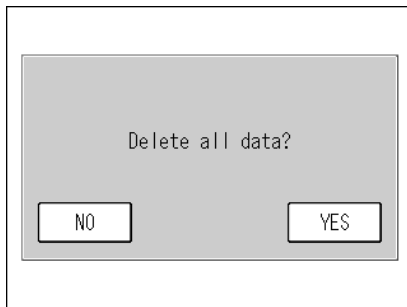

Fig. 42 **Meldung Daten löschen**
- [DELETE]: Zeigt die Meldung zum löschen von Daten an. (Fig. 42 auf Seite 32).